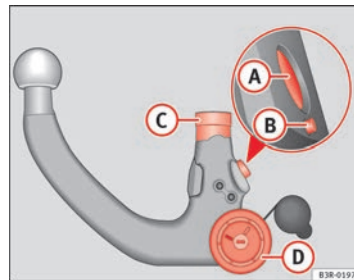

Fig. 153 Dispositivo desmontable para remolque: Rótula
- Compruebe que el perno de bloqueo **A**, la palanca de desenclavamiento **B**, el vástago de encaje **C** y la rueda moleteada **D** ⇒ página 210, fig. 153 de la rótula no están sucios ni deteriorados.